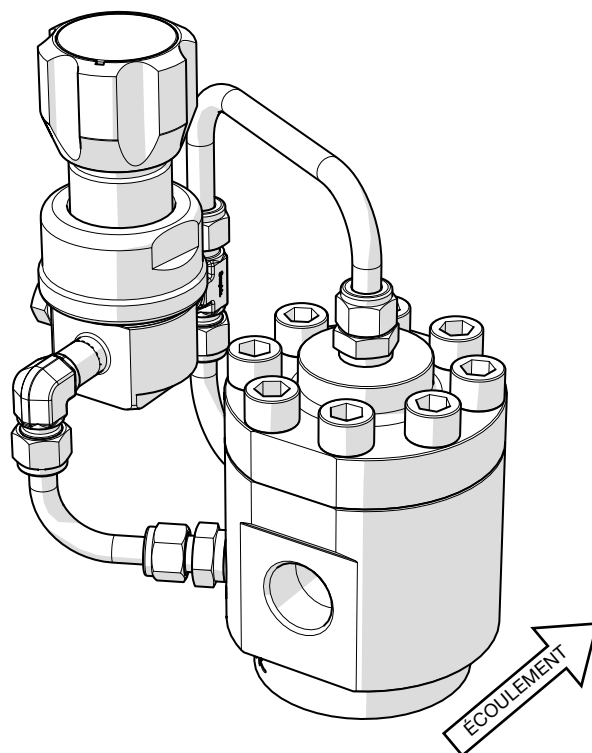
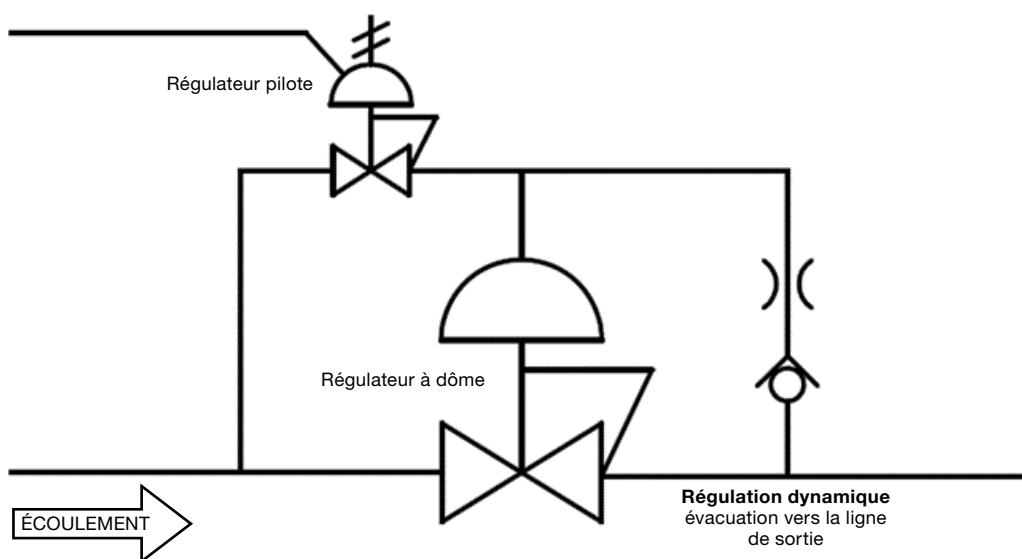
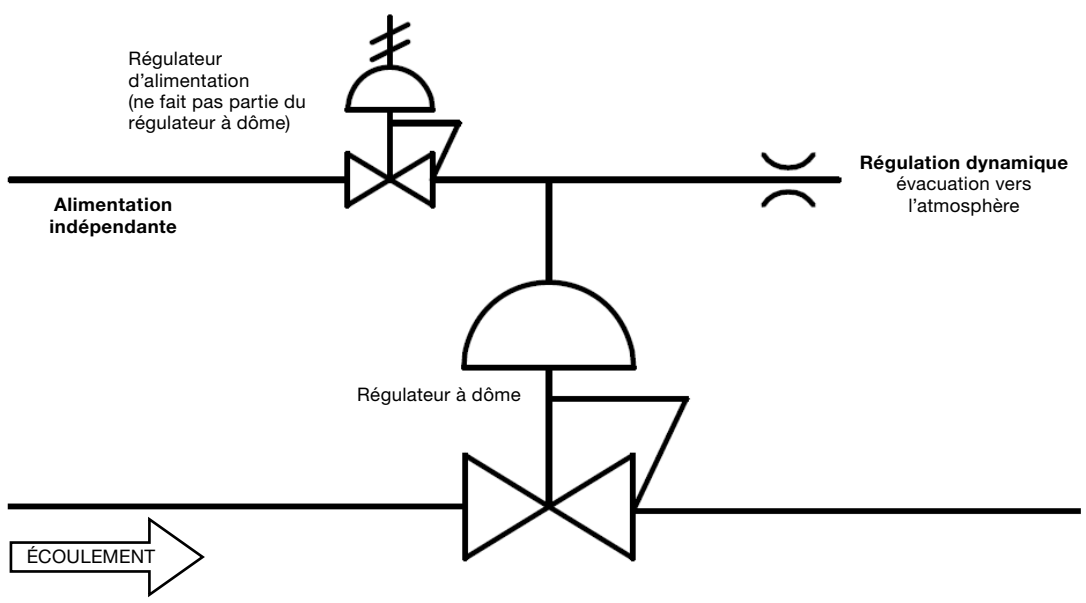

Figure 1
Figure 2
Figure 5
- La position de montage à privilégier est une position horizontale, avec le logement du ressort ou le dôme orienté vers le haut comme sur la figure 1 (voir page 9). Des positions différentes peuvent augmenter le risque d'usure des composants.
- **Contrôle par régulateur pilote intégré.** Dans cette configuration, le régulateur à dôme est fourni avec un régulateur pilote intégré à l'ensemble (cf. Figure 1). Le régulateur pilote, alimenté par la pression du système, est actionné manuellement pour contrôler la pression dans le dôme (cf. Figure 2). Cette configuration ne convient pas aux applications qui mettent en œuvre des liquides.
- **Contrôle externe de la pression dans le dôme.** Dans cette configuration, la pression dans le dôme est fournie par une source indépendante – une bouteille ou une alimentation principale (cf. Figure 5). Cette configuration convient aux applications qui mettent en œuvre des liquides.
Les meilleures performances seront obtenues en faisant en sorte que le régulateur pilote soit constamment traversé par un faible débit de fluide. Ce flux peut être évacué par un orifice (cf. Figure 5) ou, dans les systèmes gaz, renvoyé par un orifice dans la tuyauterie aval (cf. Figure 2). C'est ce qu'on appelle généralement une **régulation dynamique**. Si une régulation dynamique n'est pas souhaitable, un régulateur pilote à auto-purge sera nécessaire. Le fluide du système est alors évacué vers l'atmosphère lorsque la pression de consigne du régulateur est abaissée.